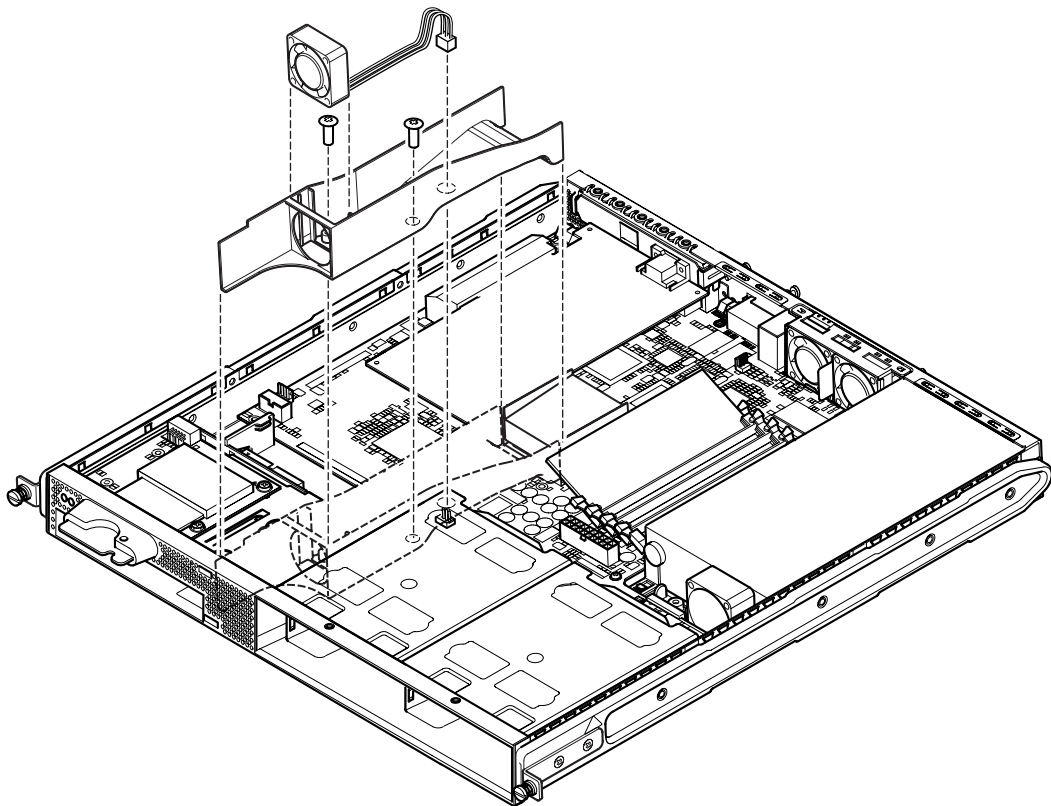

图 11-6 卸下风扇 3 组件
8. 拔出风扇 3 的电源电缆（请参见图 11-6）并松开将管道组件固定到底架的两个螺钉。
9. 将风扇和管道组件从底架卸出（请参见图 11-6）。